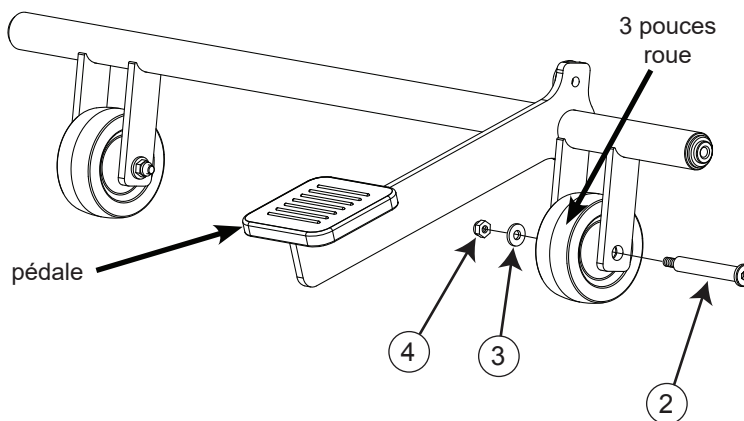

Fig. 3
3. Montez l'autre roue de 3 pouces à l'autre extrémité du support de roue. Utilisez l'essieu long, une rondelle M6 et un écrou hexagonal en nylon M6 pour monter la roue sur le support, comme indiqué sur la fig. 3. **Ne serrez pas** l'écrou car il sera retiré lors d'une étape d'installation ultérieure.